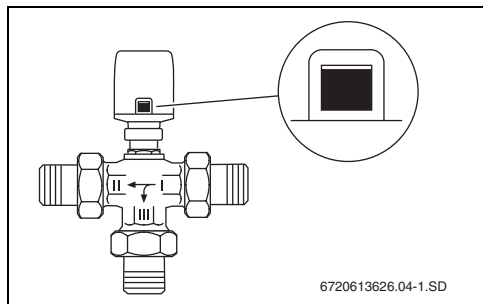

Рис. 5 Индикатор на клапане под напряжением
- Индикатор хорошо виден (→ рис. 5).